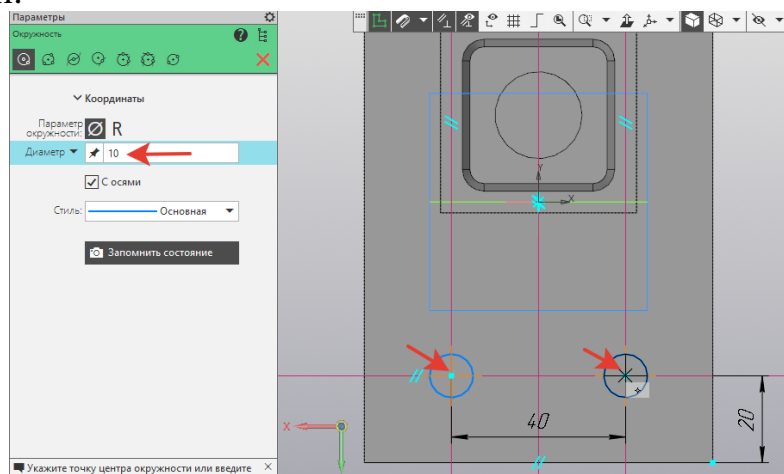

Рисунок 17.
16. По размерам (рисунок 17) выполнить разметку центров с помощью **Вспомогательная параллельная прямая**. На инструментальной панели **Геометрия** - **Окружность - Диаметр** – 10, закрепить в полученных центрах две окружности.